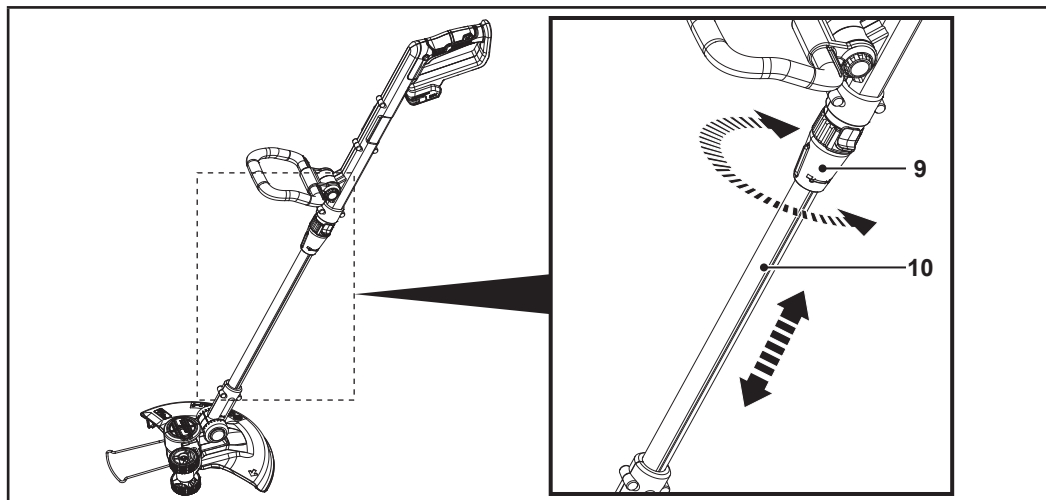

Fig. 6
1. Solte o bloqueio do tubo de extensão (9) rodando-o na direção de desbloqueio  (Fig. 6).
2. Ajuste o tubo de extensão (10) (Fig. 6).
3. Aperte o bloqueio do tubo de extensão (9) rodando-o na direção de bloqueio  (Fig. 6).
4. Certifique-se de que o tubo de extensão (10) está bloqueado.